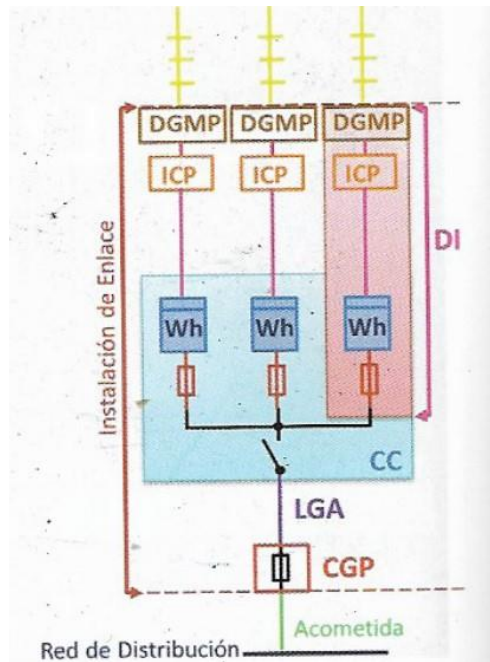
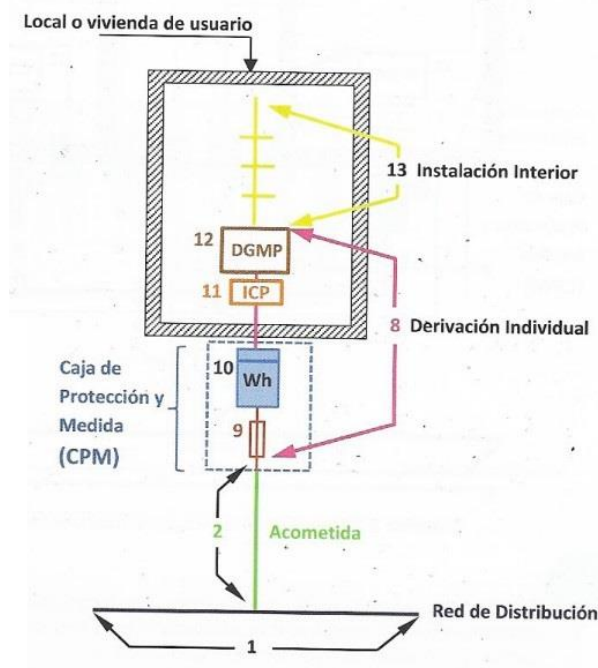

Figura 120. Estructura base d'una instal·lació d'enllaç (ITC-BT 12)
Figura 121. Esquema per un sol usuari
Les parts que constitueixen les instal·lacions d'enllaç (figura 120) són:
En el cas d'aquest projecte, com es tracta d'una instal·lació per un sol usuari, es podrà simplificar la figura 120, formant la figura 121. En aquesta coincidirà en el mateix lloc la Caixa General de Protecció (CGP) i l'equip de mesura, és a dir, el comptador (CC), generant que no existeixi la Línia General d'Alimentació (LGA). Tampoc portarà Interruptor General de Maniobra.
En conseqüència, el fusible de seguretat indicat a la figura 121 amb el número 9 coincidirà amb el fusible de la CGP. Aquest s'agruparà amb el comptador indicat amb el número 10 i s'obtindrà la Caixa de Protecció i Mesura (CPM).
La derivació individual és la part de la instal·lació que subministra electricitat a una instal·lació d'usuari. Tal com s'aprecia a la figura 121, parteix de la CPM fins als DGMP on comença la instal·lació interior.